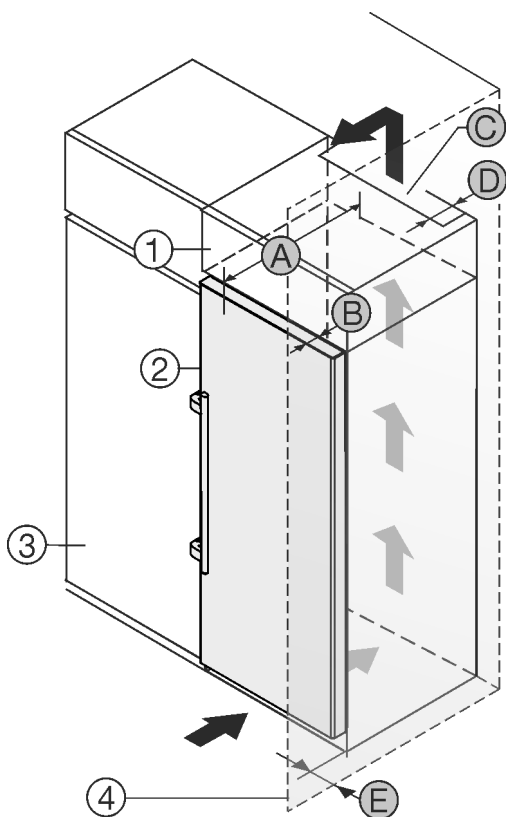

Fig. 24
Přístroj lze zabudovat do kuchyňských skříní. K vyrovnání přístroje Fig. 24 (2) na výšku kuchyňské linky lze na přístroj nasadit nástavec Fig. 24 (1).
Přístroj lze instalovat přímo vedle kuchyňské skříňky Fig. 24 (3). Aby bylo možné dvířka plně otevřít, musí přístroj přesahovat o hloubku Fig. 24 (B) vůči přední linii kuchyňské skříňky. V závislosti na hloubce kuchyňských linek a použití vymeřovačů odstupů od stěny může přístroj vyčnívat dále.
- Na zadní straně nastavné skříňky musí být větrací šachta hluboká Fig. 24 (D) přes celou šířku nastavné skříňky.
- Pod stropem místnosti musí být dodržen ventilační průřez Fig. 24 (C).
Pokud je přístroj se závěsy instalován vedle stěny Fig. 24 (4), musí být dodržena vzdálenost Fig. 24 (E) mezi přístrojem a stěnou. To odpovídá přesahu madla při otevřených dveřích.